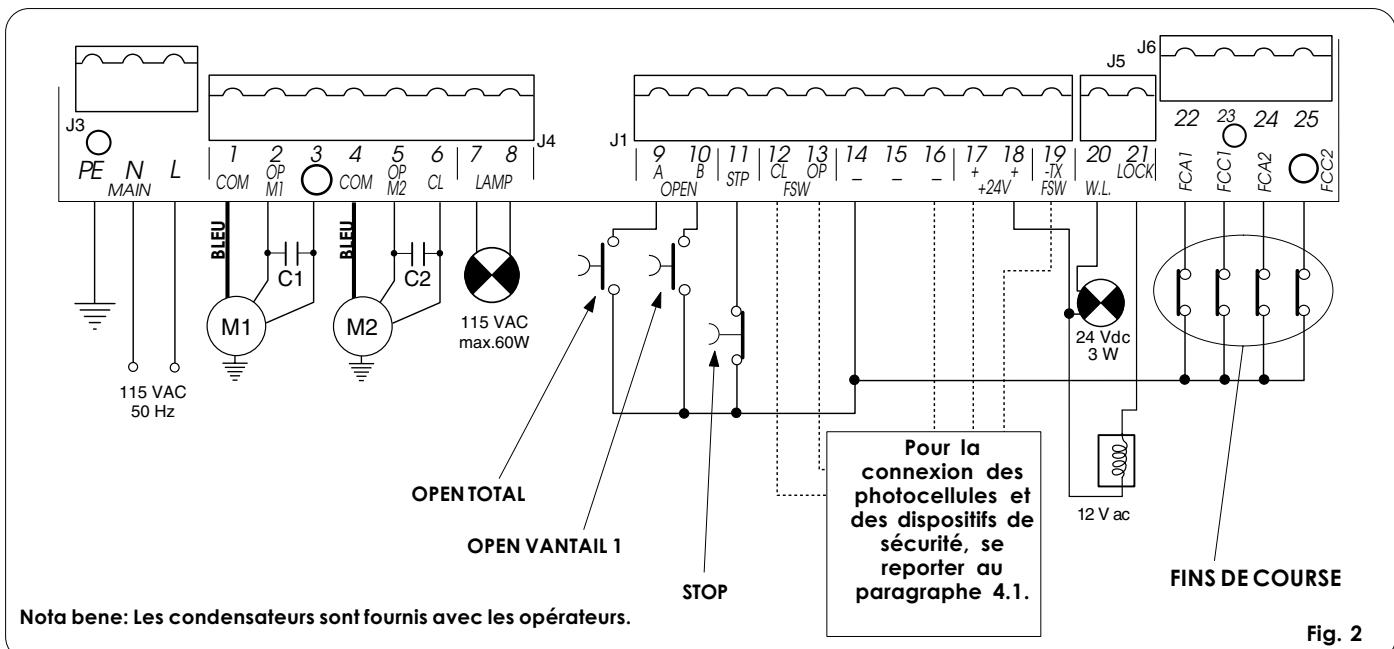

Fig. 2
- Connecter la terre à la borne spécifique prévue sur le connecteur J3 de la platine (voir fig.2).
**4.2. Bornier J3 - Alimentation (fig. 2)**
**4.3. Bornier J4 - Moteurs et feu clignotant (fig. 2)**
**4.4. Bornier J1 - Accessoires (fig. 2)**
### 4.5. Bornier J5 - Lampe-Témoin et Electroserrure (fig. 2)
### 4.7. Bornier J6- Fins de course et/ou Gatecoder (fig. 2)